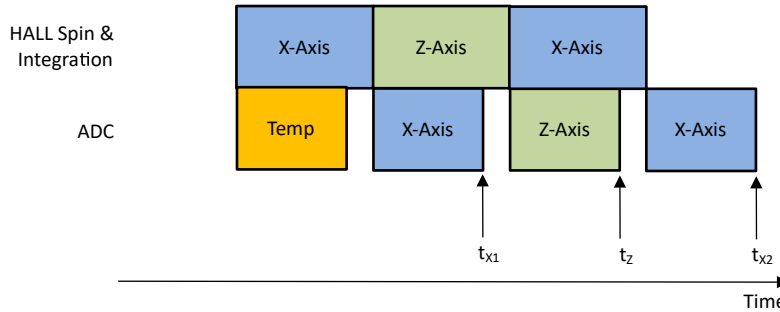

图 7-3. XZX 磁场转换
在绝对角度测量中，需要来自多个轴的应用传感器数据，才能计算出精确的角度。在不同时间通过同一信号链收集的磁场数据会在角度计算中引入误差。TMAG5273 提供伪同步采样数据收集模式来消除此误差。图 7-3 显示了一个示例，其中 MAG\_CH\_EN 设置为 1011b 来收集 XZX 数据。方程式 18 展示了 X 和 Z 传感器数据的时间戳相同。
- $t_{x1}$ 、 $t_z$  和  $t_{x2}$  是 X、Z、X 传感器数据完成的时间戳，如图 7-3 中定义。